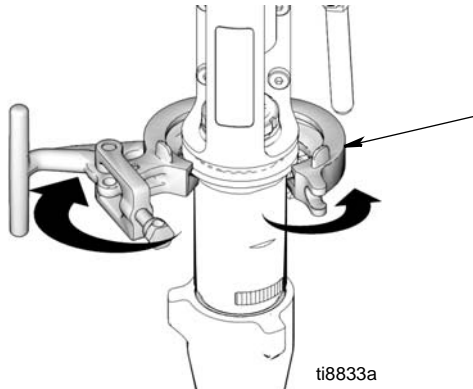

FIG. 18
8. (Fig. 18) Åpne klemmen (247).